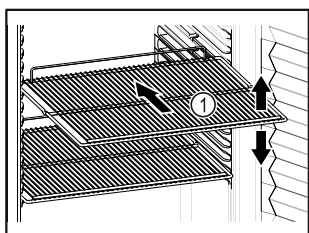

Fig. 88 Näitlik kujutis
- ❑ Kui hoiurestid Fig. 88 (1) on teisaldatavad, siis kohandage olenevalt kõrgusest.